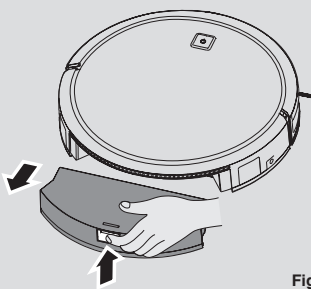

Fig. 13
1. Presione el botón de liberación y sáquelo. [Fig. 13]
2. Pulsar el botón de desbloqueo del depósito de polvo y extraer el depósito de Robot. [Fig. 13]